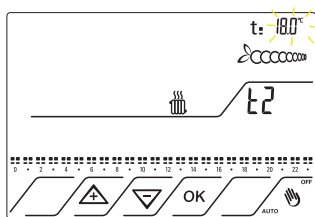

Fig.29
7.7 Successivamente compare la fascia di temperatura T2. La relativa temperatura impostata 18°C lampeggia. Fig.29